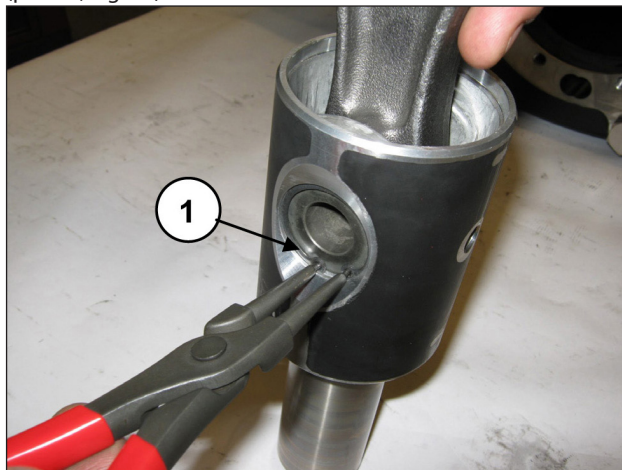

Fig. 37
Desmontar las 2 anillas seeger de bloqueo de la clavija (pos. ①, Fig. 37).
Introducir la biela en la guía del pistón (pos. ①, Fig. 39) y, a continuación, la clavija (pos. ①, Fig. 38). Aplicar las dos anillas de tope (pos. ①, Fig. 37).